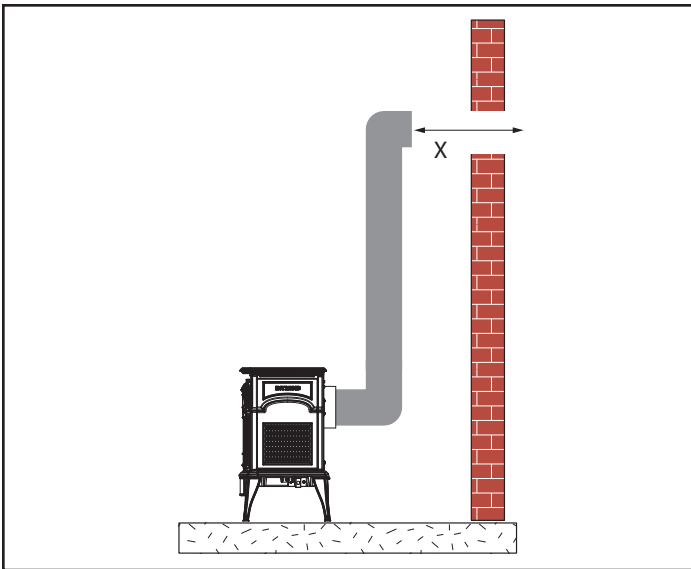

Figure 3.12 – Exigences quant à la longueur horizontale
5. Mesurez la longueur horizontale requise en incluant un chevauchement de 51 mm (2 po), c'est-à-dire du coude à la face du mur extérieur plus 51 mm (2 po) (ou la distance requise si vous installez un second coude à 90°) (figure 3.12).